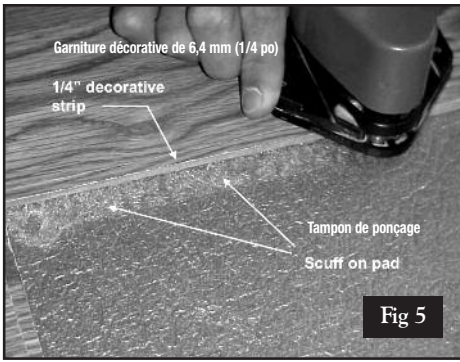
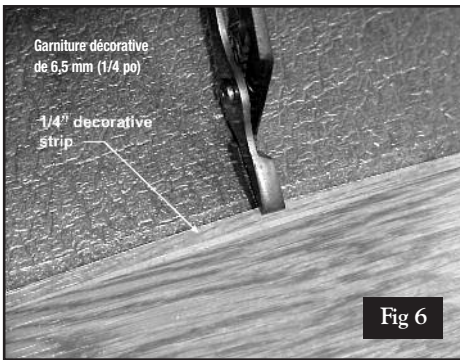

Fig 5
Fig 6
6. Régler une fraise et une mèche fraise (pièce no H1000545) afin que la mèche ponce la partie supérieure du matelassage de la sous-couche (voir Fig. 5). À l'aide de la fraise, passer le long des quatre (4) rebords intérieurs de l'ouverture sciée. À présent, à l'aide d'une pince-étau, enlever soigneusement la garniture décorative de 6,5 mm (1/4 po) du ou des rebords de l'ouverture de la lame/carreau (voir Fig. 6). **Remarque :** Réparez toute coupure ou déchirure au pare-vapeur avec un ruban polyéthylène ou métallique.